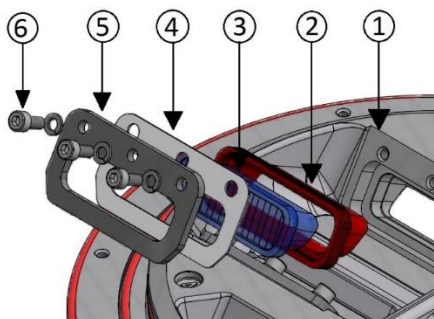

Figura 23 – Guarnizioni del prisma
- guarnizioni prisma montate tra calotta e prisma (Figura 23- n°2).